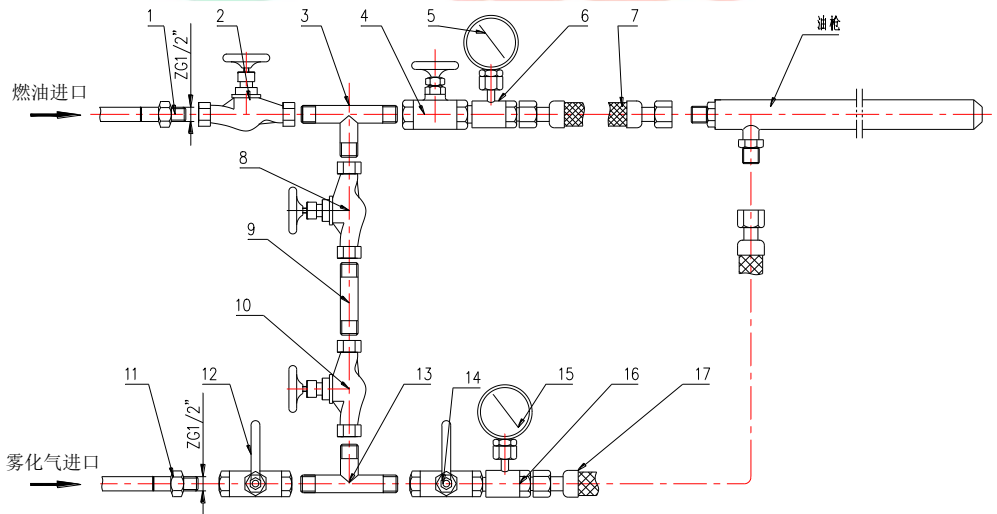

图 5. I 型管路系统图
(1) I 型管路：(带吹扫型) 适用于油品为粘度较大、杂质较多的重油、渣油等，这类油品在燃烧时管路易出现管路堵塞的情况。(见图 5)